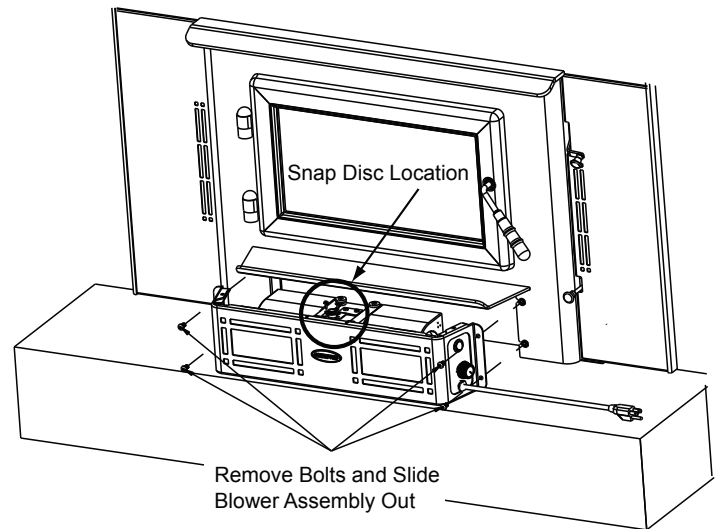

Figure 26.3 - Emplacement du disque d'arrêt
1. L'ensemble de support du disque d'arrêt est situé au-dessus du boîtier du ventilateur (**Figure 26.3**).